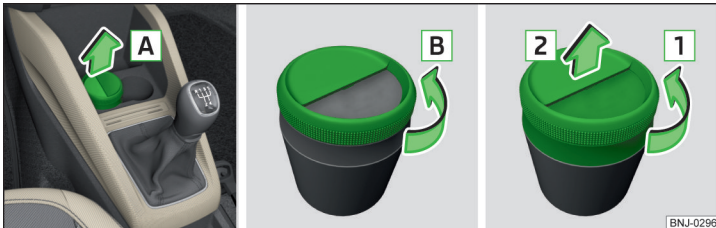

Abb. 96 Aschenbecher herausnehmen / öffnen / zerlegen
- › Den Aschenbecher in Pfeilrichtung **A** herausnehmen » Abb. 96. Das Einsetzen erfolgt in umgekehrter Reihenfolge.